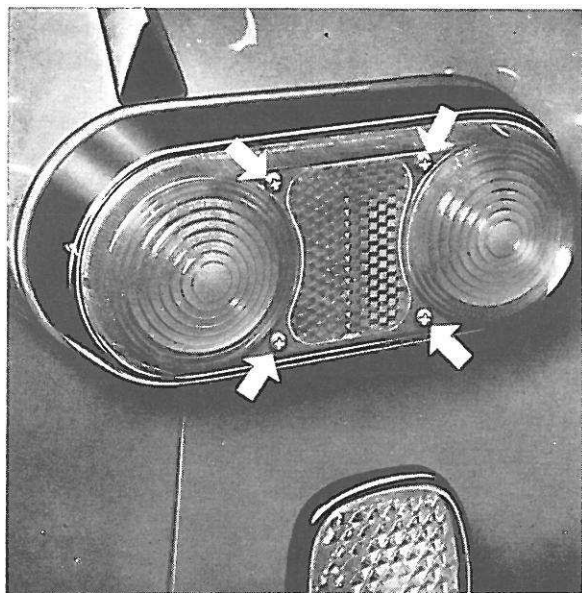

Figure 88. Feux arrière
1. Enlever les quatre vis de fixation du verre, figure 88.